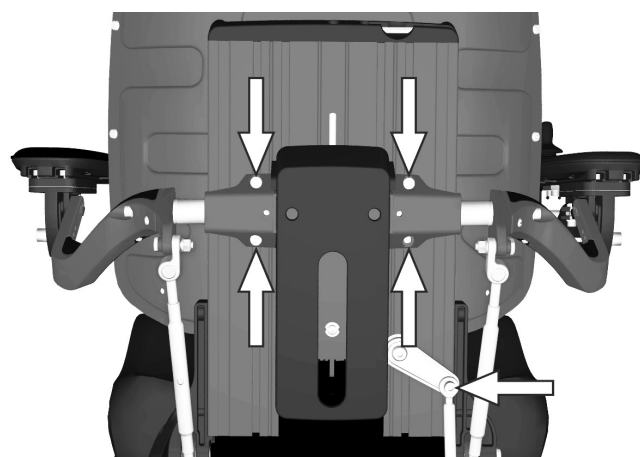

Abbildung 170. Die Armlehnen sind mit vier Schrauben befestigt. Das Gelenk für die Rückengleitfunktion ist mit einer Schraube montiert
6. Armlehnen mit den vier Schrauben montieren. Siehe Abbildung. 170. Schraube mit einem Drehmomentschlüssel festziehen. **Anziehdrehmoment 9,8 Nm.**
7. Gelenk für die Rückenlehnengleitfunktion mit zugehöriger Schraube montieren. Siehe Abbildung. 170. Schraube mit einem Drehmomentschlüssel festziehen. **Anziehdrehmoment 9,8 Nm.**